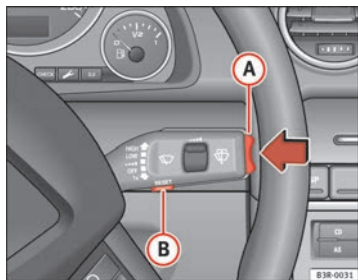

Fig. 60 Palanca del limpiaparabrisas: Elementos de manejo del ordenador de a bordo
Pulsando la tecla Reset **(B)** ⇒ página 89, fig. 60 se puede conmutar entre las funciones del ordenador de a bordo 1 y 2.
Bastará con pulsar brevemente el interruptor-selector de funciones o bien la tecla **[Reset]** $\Rightarrow$ **página 89, fig. 60** para borrar el aviso sobre la duración de viaje.
- Pulse la zona superior o inferior del conmutador-selector de funciones **A** ⇒ fig. 60. Se visualizarán una tras otra las funciones del ordenador de a bordo en los niveles de memoria correspondientes.